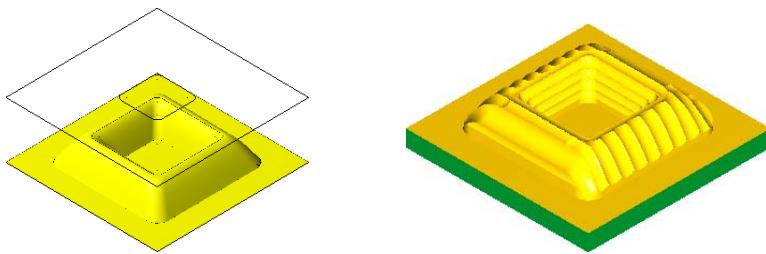

图 10-156 熔接精加工曲面和精加工前的实体图
① 打开光盘中的“第 10 章\原始图形\10.2.11 熔接精加工实例.MCX-7”文件。图 10-156 为熔接精加工曲面和精加工前的实体图。